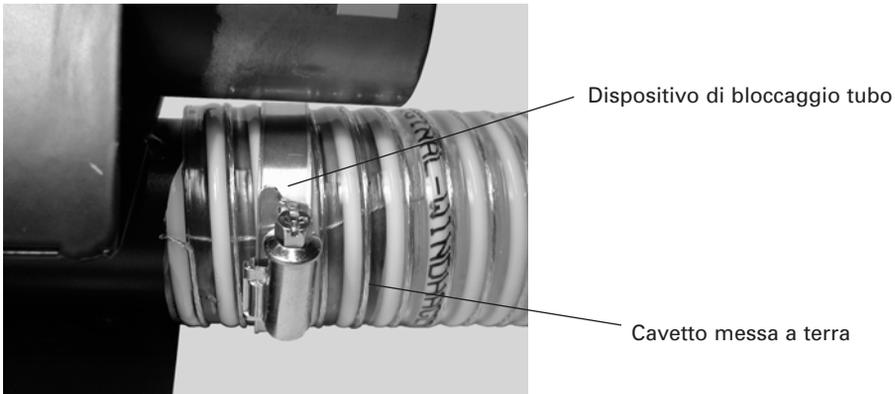

Fig. 10 - Montare i dispositivi di bloccaggio.
- Infilare i dispositivi di bloccaggio sul tubo e inserirli negli attacchi. Il cavo di messa a terra deve avere un buon contatto agli attacchi, eventualmente limare il rivestimento dal tubo. Serrare a fondo i dispositivi di bloccaggio - Fig. 10.